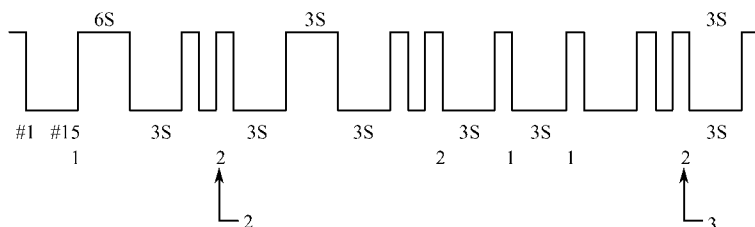

图 6-6 SRS 指示灯闪亮含义(故障码 2-1-1)
②将点火开关开到第一挡 3s ~5s 后将 1 号与 15 号脚之间跨线取开,但保持 LED 跨接状态。
③此时观察仪表板内 SRS 指示灯,保持亮 6s 后熄灭再 3s 后会指示故障码组数,然后 SRS 指示灯会再熄 3s、亮 3s,接着指示故障码(3 位数字),再指示闪亮一次(表示间歇性故障),再熄 3s、亮 3s,若另外有其他故障时会接着闪亮故障码,如图 6-6 所示。